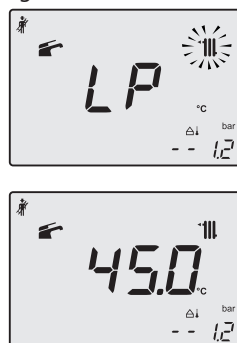

Figura 9.22
- Premere contemporaneamente i tasti 23 e 24 (Figura 9.20) fino a far apparire sul display LCD le lettere **LP** che si alternano con il valore di temperatura dell'acqua di riscaldamento (es. **45**), indicanti l'entrata nell'attivazione della "funzione spazzacamino" alla potenza minima (Figura 9.22).